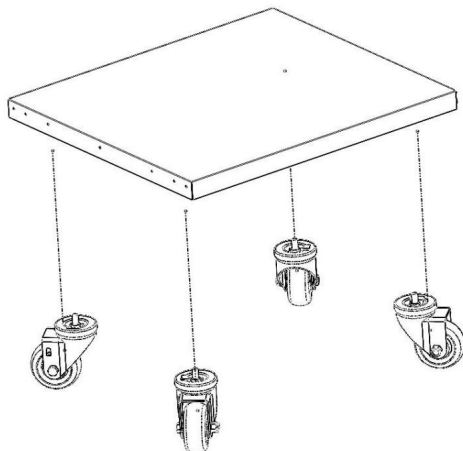

Figure 1
1. Placez les roulettes au bas du panneau inférieur, vissez-les avec les écrous inférieurs du rack. Serrez-les à l'aide d'une clé de 14 mm. Voir Figure 1.